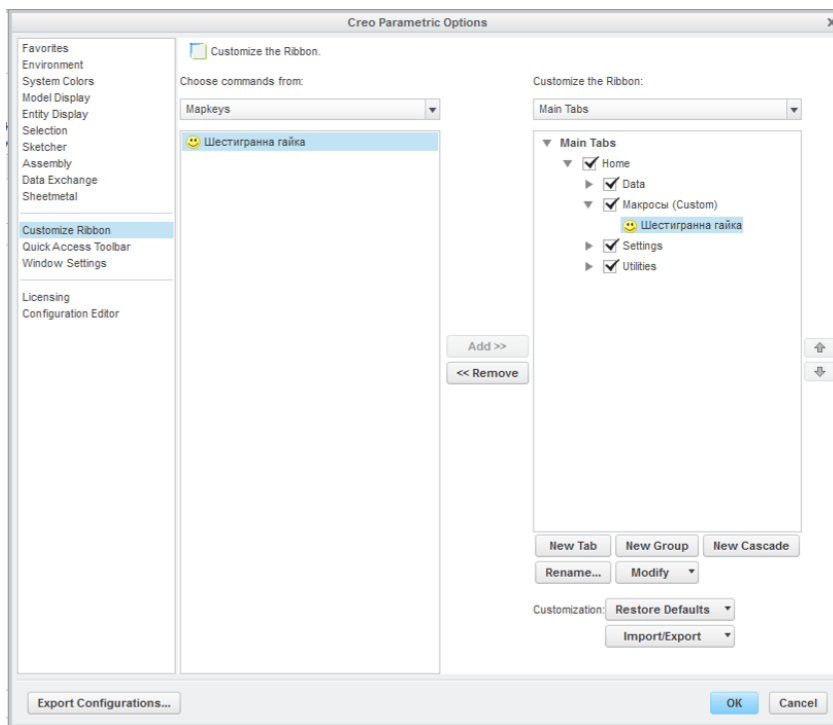

Рисунок 1.23 – Додання піктограми макросу до групи інструментів
3. Далі зі списку команд (**Choose commands from – Вибрати команди з**) вибрати категорію **Mapkeys (Макроси)**. Знайти створений макрос та перетягти його за допомогою миші до створеної групи (рис. 1.23).